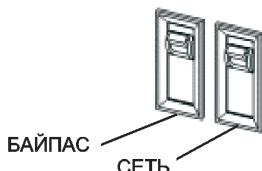

Рис. 5
**Примечание!** Модели стабилизаторов (ACH 3000РЕ – ACH 10000РЕ), оснащенные функцией байпас, имеют два автоматических выключателя, один из которых включает функцию байпас, другой включает стабилизатор в режиме стабилизации (Рис. 5). Одновременное включение двух автоматических выключателей невозможно.